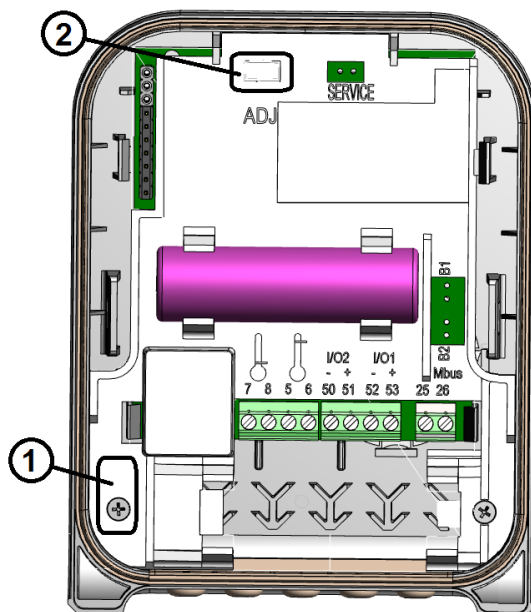

Рис.4.2. Схема пломбирования вычислителя счетчика
Для конструктивного варианта исполнения с **отделяемыми** датчиками температуры, дополнительно защитными пломбами – наклейками пломбируются доступ к винту крепления защитной крышки (1) Рис.4.2 и доступ к контактам (2) Рис.4.2 активации режима регулирования в случае повреждения защитной перегородки.